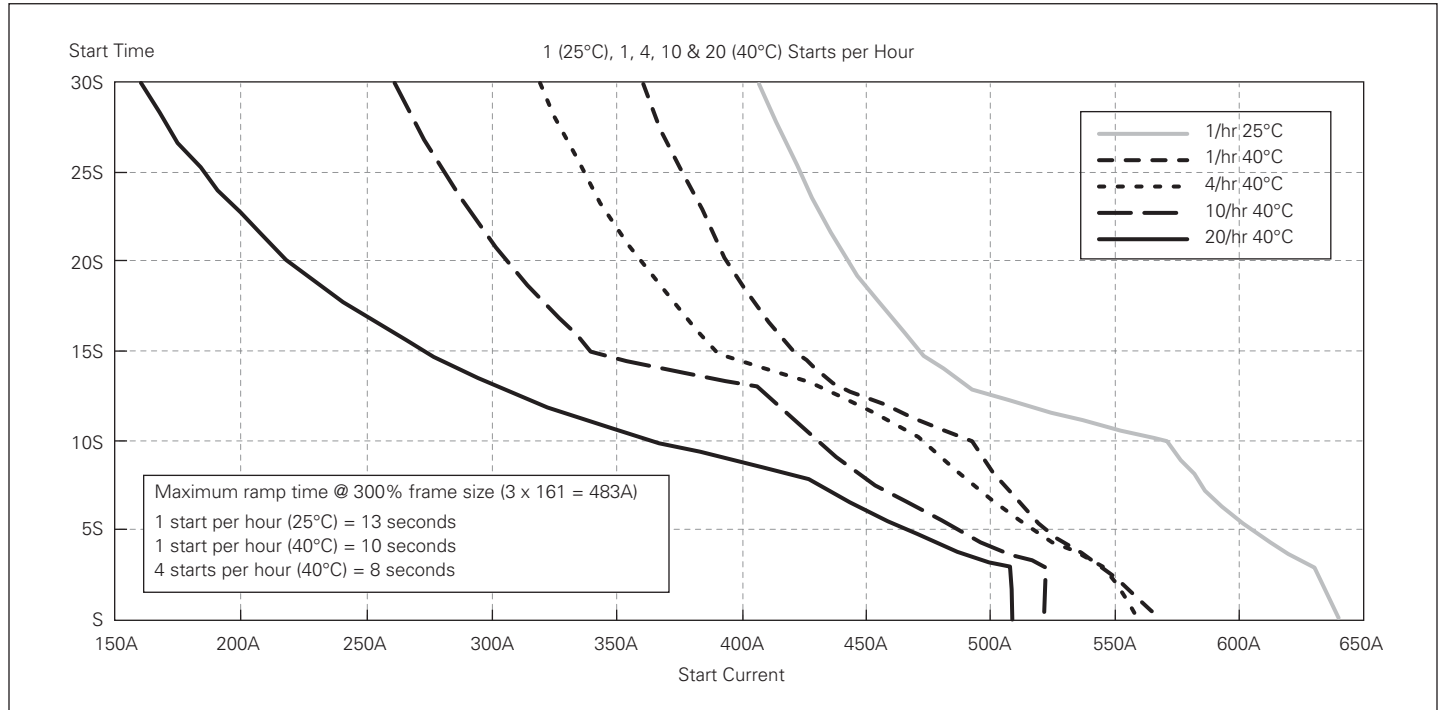

Figure 14. 160A Rated DS7-340SX160N0-N, DS7-342SX160N0-N, DS7-34DSX161N0-D
**Table 21. See also Figure 14**